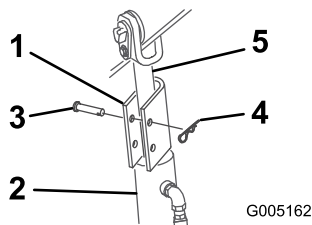

Figure 19
- Posez un dispositif de verrouillage sur chaque tige de vérin (Figure 19).
- Fixez chaque dispositif à l'aide d'un axe de chape et d'une goupille fendue (Figure 19).